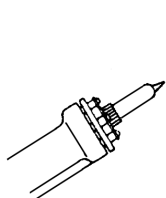

FIG. 1
2. Augmentez la température de l'élément d'échauffement pour permettre à la soudure coagulée de fondre. Débloquez la panne avec le nettoyeur de panne (voir fig. 1).